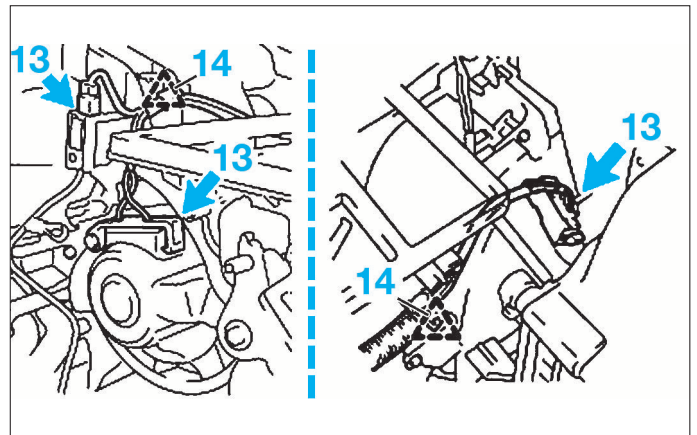

FIG. 14
- Débrancher les trois connecteurs (13) puis libérer les deux agrafes (14) maintenant les faisceaux sur le bloc chauffage (fig. 14).